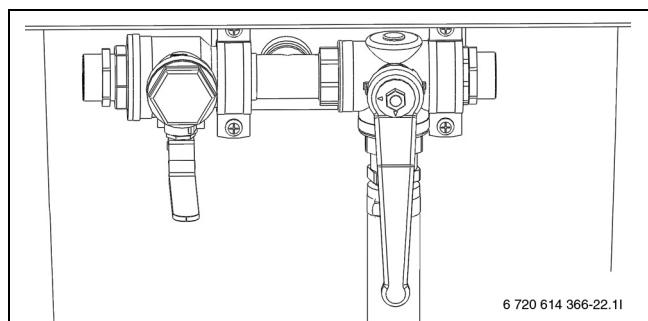

Рис. 26 Заполняющая станция в положении смешивания
- ▶ Установите краны заполняющей станции в положение смешивания (\rightarrow рис. 26).